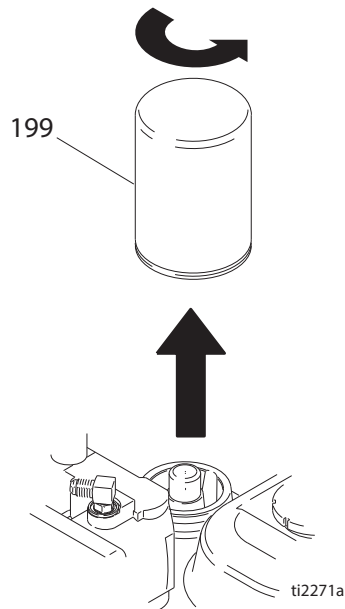

Fig. 8
- 1 Fig. 8. Placez une cuvette ou des chiffons sous le pulvérisateur pour collecter l'huile hydraulique pendant la vidange.
- 2 Enlevez le bouchon de vidange (195). Vidangez l'huile hydraulique.
- 3 Dévissez le filtre (199) lentement - le fluide s'écoule dans la rainure et s'évacue par l'arrière.